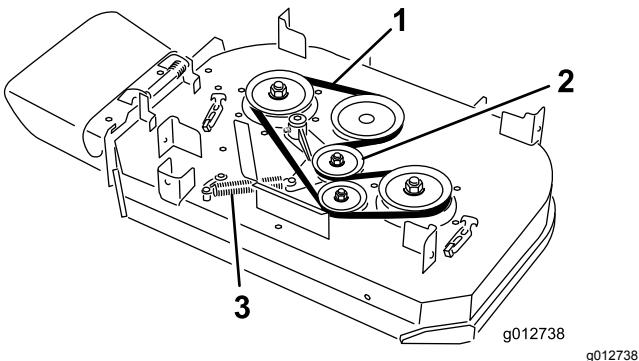

Figure 62
4. Décrochez le ressort du tenon d'ancre sur le bras de la poulie de tension (Figure 62).
5. Enlevez la courroie usée du tablier de coupe (Figure 62).
6. Montez la courroie neuve sur la poulie d'embrayage, les poulies du tablier de coupe et la poulie de tension (Figure 62).
7. Accrochez le ressort au tenon d'ancre sur le bras de la poulie de tension (Figure 62).
- B. Enlevez la courroie usée du tablier de coupe (Figure 62).
- C. Placez une courroie neuve sur les poulies du tablier de coupe, la poulie d'embrayage et la poulie de tension (Figure 62).
- 7. Placez la courroie retirée précédemment ou une courroie neuve sur les poulies du tablier de coupe et la poulie de tension (Figure 62).
- 8. Accrochez le ressort au tenon d'ancrage sur le bras de la poulie de tension (Figure 62).
- 5. Enlevez la courroie droite du tablier de coupe (Figure 62).
- A. Décrochez le ressort du tenon d'ancrage sur le bras de la poulie de tension (Figure 62).